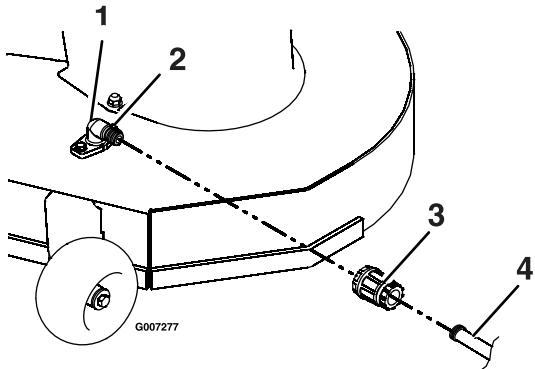

Figura 57
3. Conecte el acoplamiento de la manguera al extremo del conector de lavado del cortacésped, y abra el grifo al máximo (Figura 57).